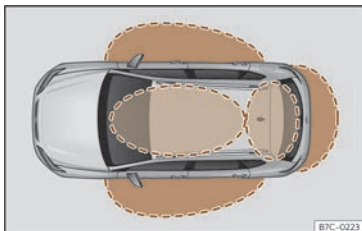
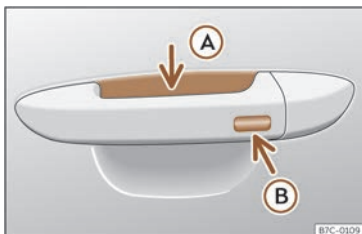

Fig. 71 Keyless Access: zones de proximitat.
Fig. 72 Maneta de la porta: superfícies sensorials
zar-ne activament la clau. Per fer-ho, només cal que hi hagi una clau del vehicle vàlida a la zona de detecció corresponent en intentar accedir al vehicle»» fig. 71 i tocar una de les superfícies sensors de les manetes de les portes»» fig. 72 o accionar el soft-touch/agafador de la porta posterior »» pàg. 107 »» ❶.
Si es detecta una clau vàlida en una de les zones pròximes»» fig. 71, el sistema de tancament i arrencada sense clau Keyless
- Agafeu la maneta d'una de les portes davanteres. Quan ho feu, tocareu la superfície sensora»» fig. 72 (A) (fletxa) de la maneta i es desbloquejarà el vehicle.
- Toqueu *un cop* la superfície sensora de bloqueig»» fig. 72 (B) (fletxa) de la maneta
- Toqueu *un cop* la superfície sensora»» fig. 72 (B) (fletxa) de la maneta d'una de les portes davanteres. El vehicle es bloqueja amb el sistema de seguretat "Safe"»» pàg. 102. La porta de la maneta que s'acciona ha d'estar tancada.
- Toqueu *dues vegades* la superfície sensora»» fig. 72 (B) (fletxa) de la maneta d'una de les portes davanteres per bloquejar el vehicle sense activar el sistema de seguretat "Safe"»» pàg. 102.
Quan el vehicle està bloquejat, la porta posterior es desbloqueja quan s'obre si a la seva zona pròxima»» fig. 71 hi ha una clau del vehicle vàlida.
- Premeu el botó de tancament  del comandament a distància i toqueu una vegada, dins dels 5 segons següents, la superfície sensora de bloqueig de la maneta de la porta del conductor» **fig. 72 B**. No agafeu la maneta de la porta perquè, si ho feu, el vehicle no es bloquejarà. També és possible dur a terme la desactivació si es bloqueja el vehicle a través del pany de la porta del conductor.
Per **tancar amb la funció de confort** totes les finestretes elèctriques, mantingueu un dit durant uns segons sobre la superfície sensora de bloqueig» **fig. 72 B** (fletxa) de la maneta de la porta fins que s'hagin tancat les finestretes i el sostre.
Les superfícies sensores de les manetes de les portes podrien activar-se en rebre un raig d'aigua o de vapor a gran pressió en el cas que hi hagués alguna clau del vehicle vàlida a la zona pròxima. Si almenys una de les finestretes amb alçavides elèctric està oberta i s'activa la superfície sensora » **fig. 72 B** (fletxa) d'una de les manetes de manera permanent, es tancaran totes les finestretes.
- **O BÉ:** toqueu *dues vegades* la superfície sensora situada a la part exterior de la maneta de la porta »» **fig. 72** .